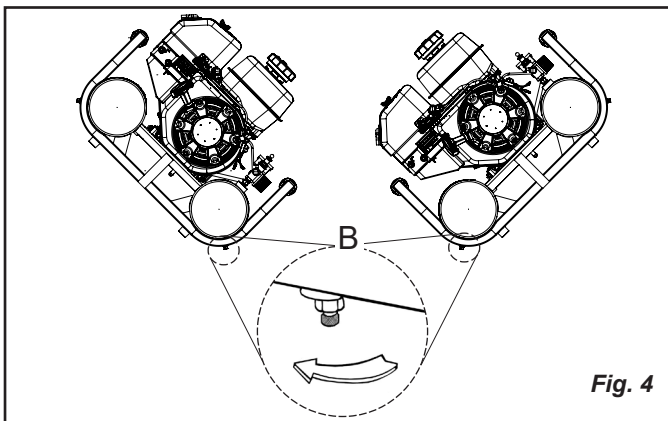

Fig. 4
3. Mueva la palanca de la válvula del descargador a la posición empezian (vea **Fig. 4**).